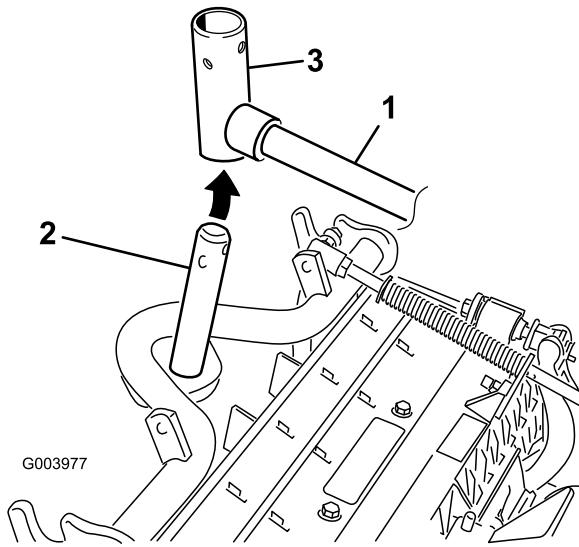

Figura 11
8. En el caso de las unidades de corte delanteras, deslice una unidad de corte debajo del brazo de elevación mientras coloca el eje del bastidor de tiro en la horquilla de pivot del brazo de elevación (Figura 11).
- B. Introduzca la horquilla del brazo de elevación en el eje del bastidor de tiro (Figura 11).